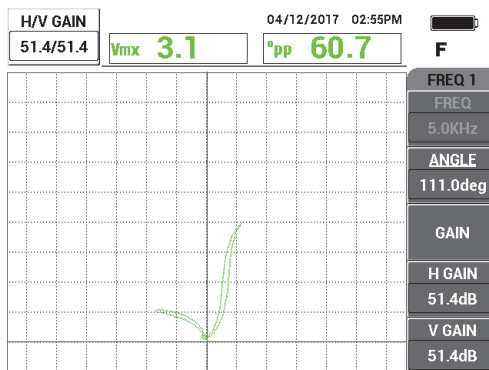

図 5-184 ゲインの調整
5. ゲインキー（**dB**）を押し、ホールの信号が画面の高さおよそ 4 区分の位置に達するまで周波数 4 のゲインを上げます（を参照）。フリーズキーを押して（) 信号の取得を有効にします（261 ページの図 5-184 参照）。